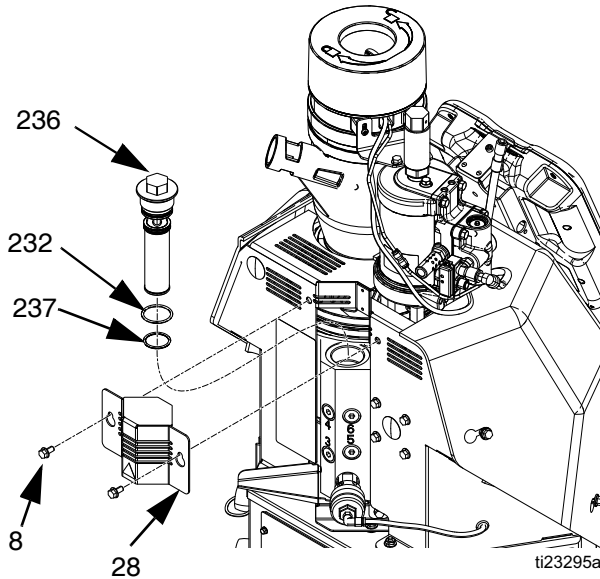

图 23
4. 旋松两颗螺丝 (8)，然后在系统后滑动小型金属护罩 (28)，直至卸下。参见图 23。
5. 使用 1 英寸的套筒旋开出口过滤器 (236)。
6. 将内六角扳手插入出口过滤器盖，将出口过滤器 (236) 提出系统。
8. 将新出口过滤器随附的 O 形圈 (232、237) 放在新出口过滤器上 (236)。
10. 在出口过滤器上方安装小型金属护罩 (28)，然后拧紧两颗螺丝 (8)。